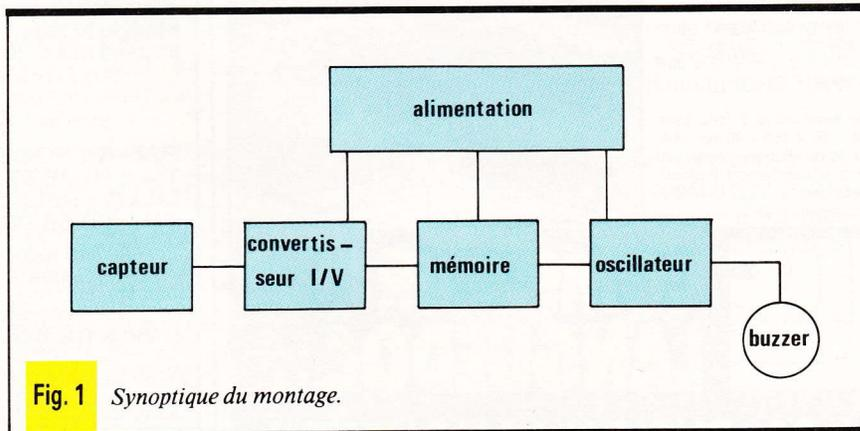
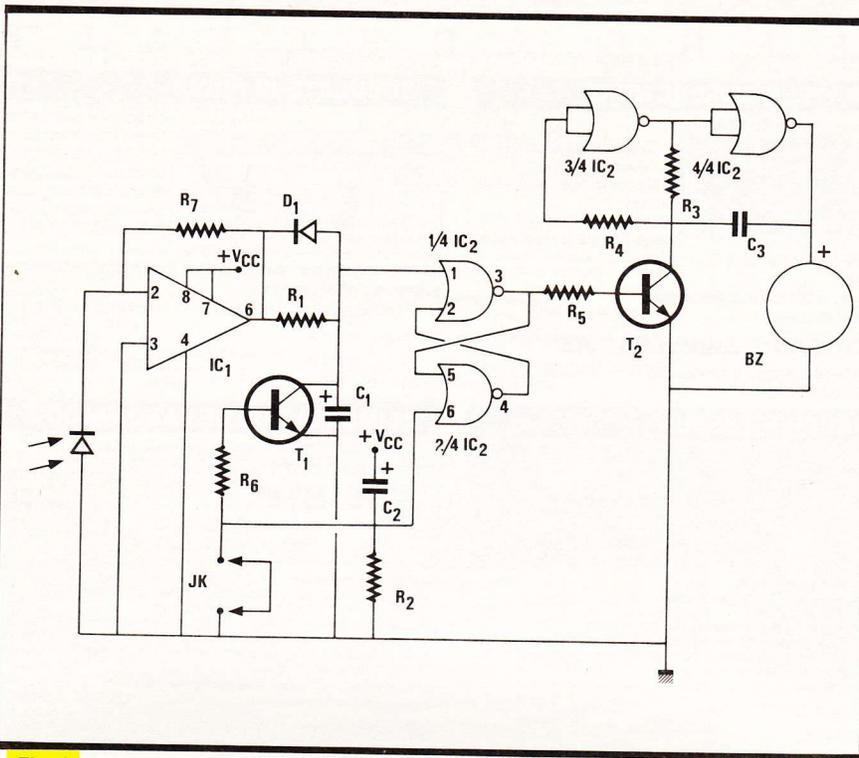
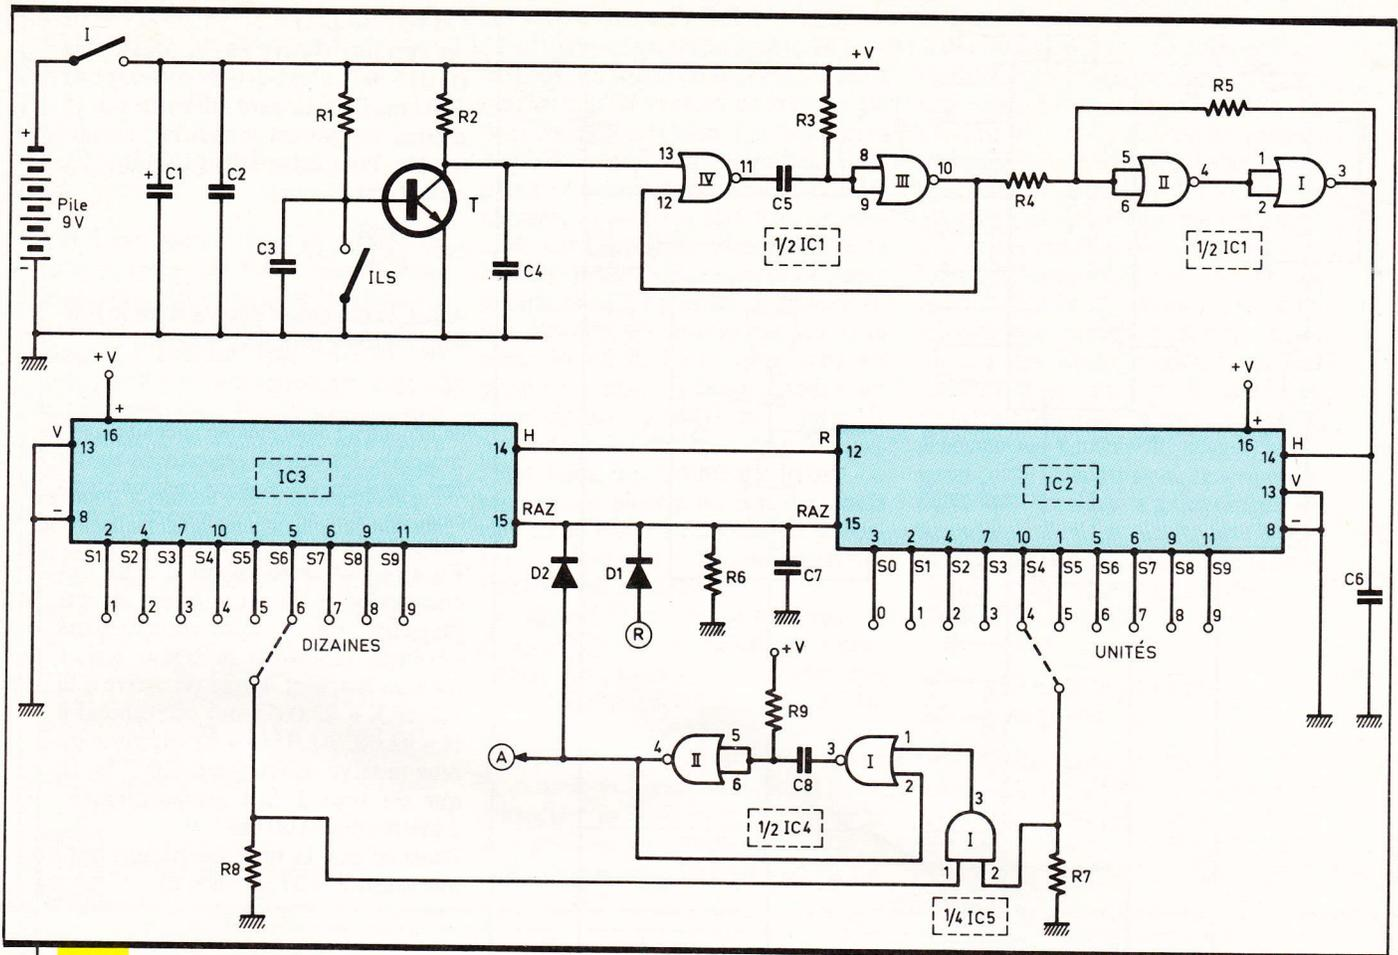

Fig. 1 Synoptique du montage.
Fig. 2 Schéma de principe. Tracé du circuit imprimé et implantation des éléments.
Fig. 3 Alimentation, mise en forme des impulsions et commande de l'incrémentation de la constante.
Le fonctionnement de l'alarme est illustré par le synoptique de la **figure 1**, et par le schéma détaillé de la **figure 2**. L'ensemble s'alimente sous une tension de 9 volts, délivrée par une pile miniature qui assurera une longue autonomie : le montage, en effet, ne consomme, au repos, qu'une vingtaine de micro-ampères. Le capteur, c'est-à-dire la photopile, dont on sait qu'elle constitue fondamentalement un générateur de courant, attaque un convertisseur délivrant, sur sa sortie,
Le schéma de détail (fig. 2), montre que le convertisseur courant-tension fait appel à un amplificateur opérationnel IC₁, dans une configuration traditionnelle : le courant de la photopile PhP, traversant la résistance de contre-réaction R₇, donne, sur la sortie 6, une tension positive par rapport à la masse, et que la résistance R₁ transmet à l'une des entrées du bistable.
La figure 1 propose le schéma de principe complet du chenillard, qui se décompose pratiquement comme un synoptique. L'alimentation générale est confiée à un transformateur, suivi d'un pont redresseur. Un régulateur 7805 permet de disposer des 5 V de tension
La tâche de l'amateur se résume à l'insertion des divers éléments conformément à l'implantation des éléments. La **figure 2** précise à titre indicatif le tracé des circuits imprimés à l'échelle, et la **figure 3** la mise en place des éléments.
a) Alimentation (fig. 3)
b) Mise en forme des impulsions de base (fig. 3)
c) Division des impulsions de comptage (fig. 3)
sont rappelés en figure 7. La sortie de report de IC₂ est reliée à l'entrée « Horloge » d'un second compteur du même type, IC₃. Les sorties décimales de ces compteurs aboutissent sur des picots destinés à la programmation du nombre par lequel la fréquence des impulsions doit être divisée. Ainsi, dans le cas de l'exemple présenté par la figure 3, lorsque le compteur des dizaines IC₃ occupe la position S₆, et celui des unités IC₂ la position S₄, les deux entrées de la porte ANDI de IC₅ se trouvent simultanément soumises à un état haut. Il en résulte un état haut sur la sortie de cette porte, qui est aussitôt transmis sur l'entrée de commande d'une seconde bascule monostable constituée par les portes I et II de IC₄. Cette bascule délivre aussitôt, à sa sortie, une brève impulsion positive d'une durée de l'ordre de la milliseconde, qui assure la remise à zéro des deux comp-
En définitive, et toujours dans le cas de l'exemple de la figure 3, on enregistre une brève impulsion positive toutes les 64 impulsions de base émanant de l'ILS, sur la sortie de la bascule monostable NOR I et II de IC₄.